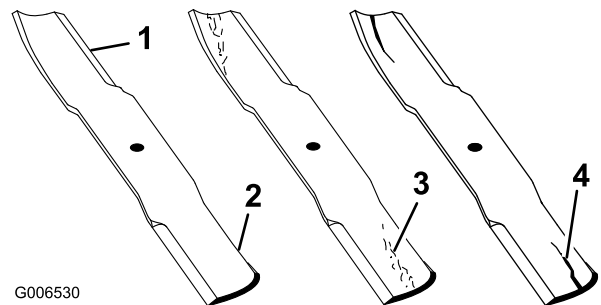

Figura 64
1. Controllate i taglienti (Figura 64). Se i taglienti non sono affilati o mostrano delle tacche, togliete le lame e affilatele. Vedere Affilatura delle lame.
2. Controllate le lame, in particolare l'area curva (Figura 64). In caso di danni, usura o scanalature in questa zona (Figura 64), montate immediatamente una nuova lama.